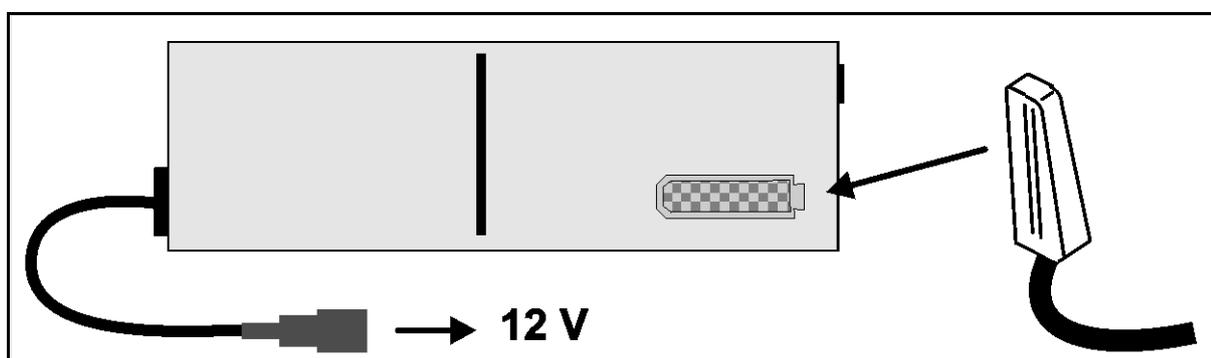

Fig. 5
2. Collegare l'apparecchio di comando **HYCLICK** (Fig. 5).